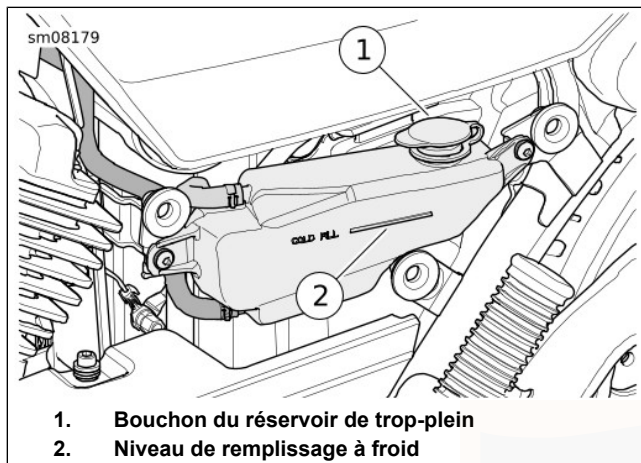

Figure 38. Réservoir de trop-plein du liquide de refroidissement
4. Voir Figure 38. Vérifier que le niveau du liquide de refroidissement est au niveau ou légèrement au-dessus du trait de remplissage à froid « COLD FILL » (2).